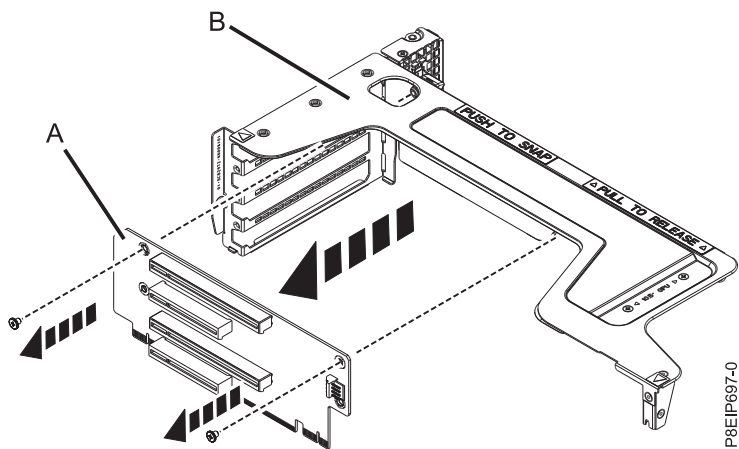

Figure 47. Retrait de la carte mezzanine des positions 5, 6, 7 et 8
- h. Si la carte mezzanine des positions 5, 6, 7 et 8 a besoin d'être remplacée, retirez-la du support de connecteur de bus. Retirez les deux vis qui fixent la carte mezzanine au support du connecteur de bus, comme indiqué dans la figure 47, à la page 43.